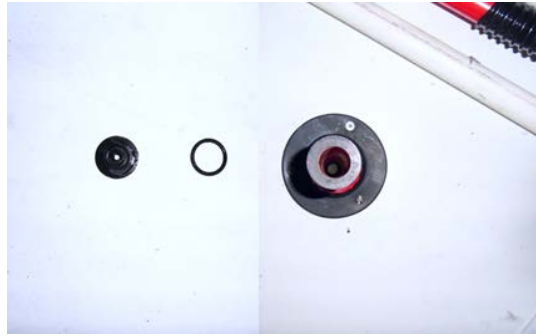

图 6：安装限制板
10. 使用孔尺寸符合要求的限制盘（板）安装限制组件，参见图 6。